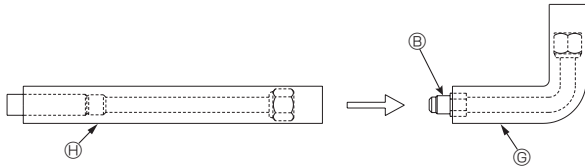
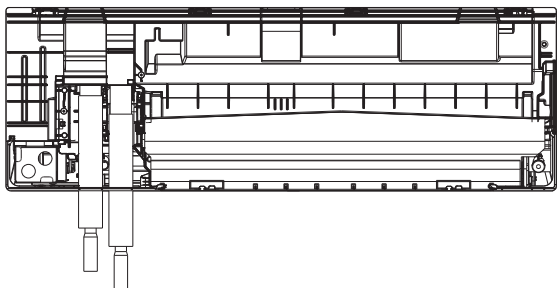

Fig. 3-14
Fig. 3-22
3.3.4. Installation des tuyaux de raccordement ⑥ et ⑦ (pour les modèles WL12/15) (de Fig. 3-14 à Fig. 3-22)
- (1) Raccorder deux jeux de tuyaux de raccordement en forme de L ⑥ et de tuyaux de raccordement en forme de I ⑦. (Fig. 3-14)